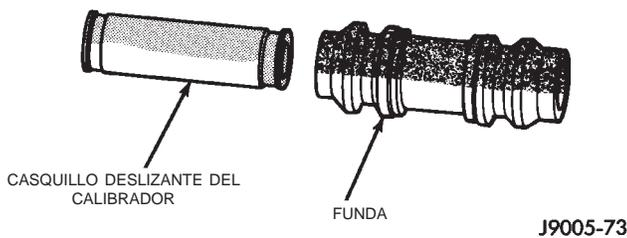

Fig. 50 Casquillo y funda de perno de instalación
(7) Retire los casquillos de pernos de instalación del calibrador y las fundas (Fig. 50).